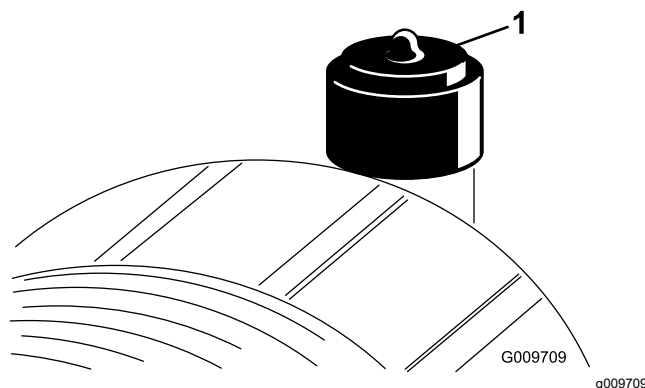

Рисунок 53
Фильтр воздухоочистителя следует обслуживать только при соответствующих показаниях индикатора необходимости технического обслуживания (Рисунок 53). Замена воздушного фильтра без необходимости только увеличивает вероятность попадания грязи в двигатель при извлечении фильтра.
9. Сбросьте индикатор (**Рисунок 53**), если он стал красным.